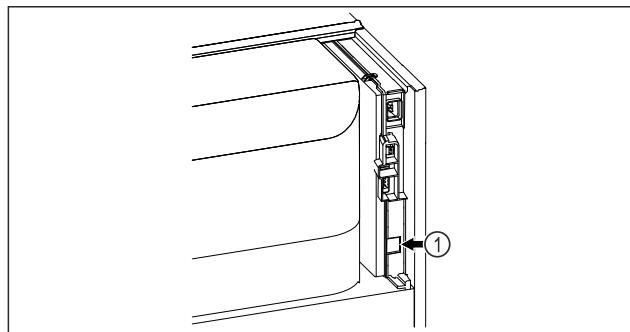

Fig. 47
Moduli SmartModule Fig. 47 (1) është vendosur.